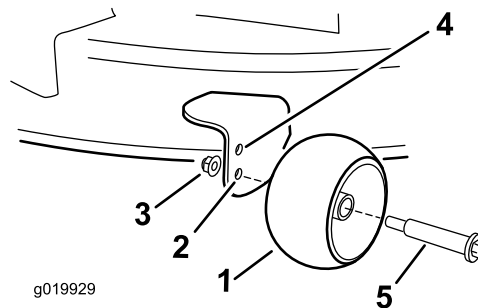

Figura 19
- Taladro superior—utilice esta posición cuando la carcasa de corte está en la posición de altura de corte de 63 mm (2-1/2") o menos (Figura 19).
- Taladro inferior—utilice esta posición cuando la carcasa de corte está en la posición de altura de corte de 76 mm (3") o más (Figura 19).